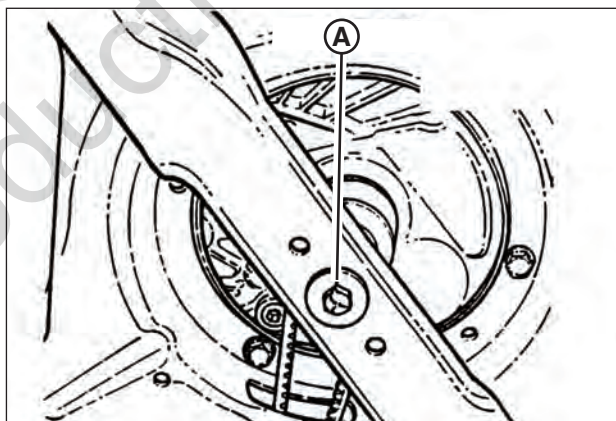

Figure 17: Serrage de la vis d'assemblage de lame
2. Basculez la tondeuse vers le haut sur ses roues arrière afin d'accéder à la vis d'assemblage de lame (A, Figure 17). Ne renversez pas la tondeuse avec la bougie d'allumage ou le carburateur en bas.